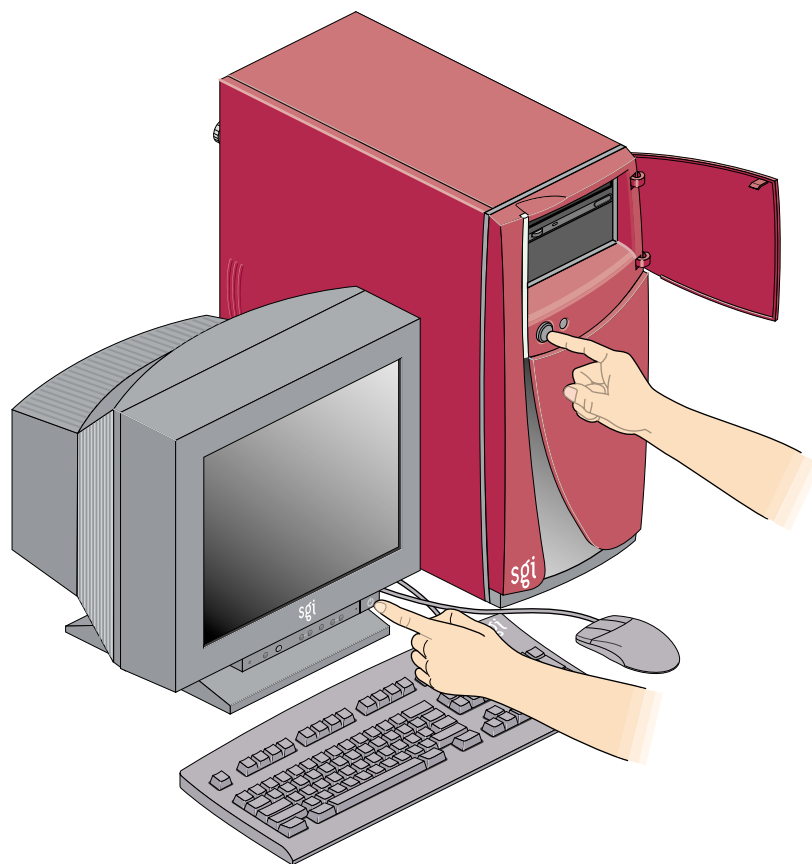

図 4-1 システムの電源を切る
1. ワークステーションにログインしている場合は、ログアウトします。次に、電源ボタンを押して、ワークステーションとモニタの電源を切ります (図 4-1 を参照してください)。